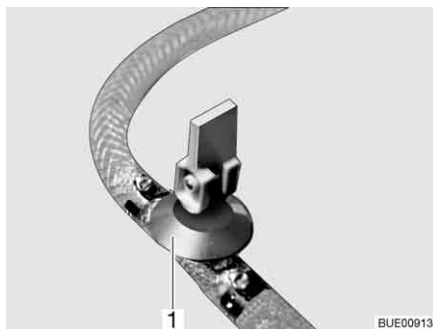
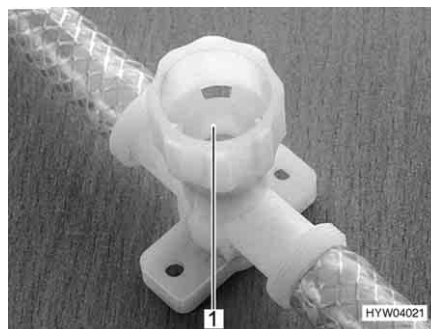

Bild 238 Avtappningskran (med vipparm)
Bild 239 Avtappningskran (med vred)
- Stäng alla avtappningskranar. Ställ för detta avtappningskranens vipparm (Bild 238,1) vågrätt eller vrid avtappningskranens kran (Bild 239,1) medurs.